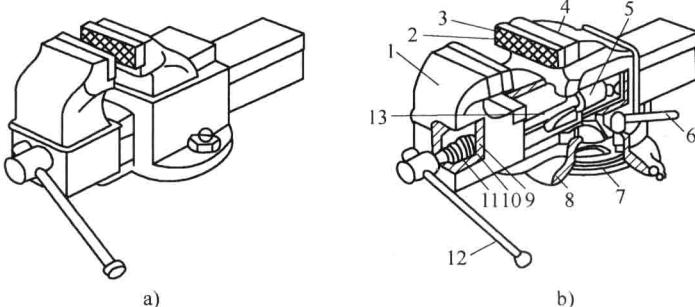

图 1-1 台虎钳
(1) 台虎钳 (图 1-1) 它是用来装夹工件的常用夹具，有固定式和回转式两种结构类型。图 1-1b 为回转式台虎钳，其构造和工作原理如下。